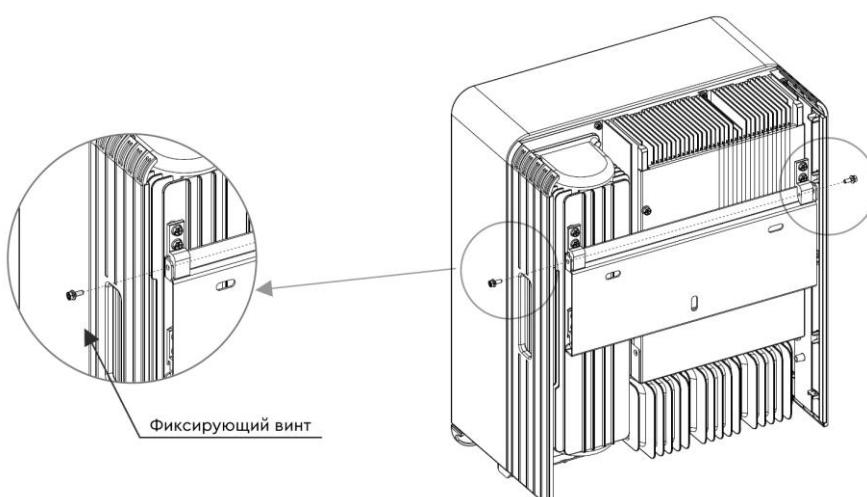

Рисунок 8. Кронштейн для крепления на стене
- Поднимите инвертор (будьте осторожны, чтобы избежать деформации корпуса) и совместите боковые ребра инвертора с выпуклой частью кронштейна. Повесьте инвертор на кронштейн и убедитесь, что инвертор надежно закреплен (см. Рисунок 8).